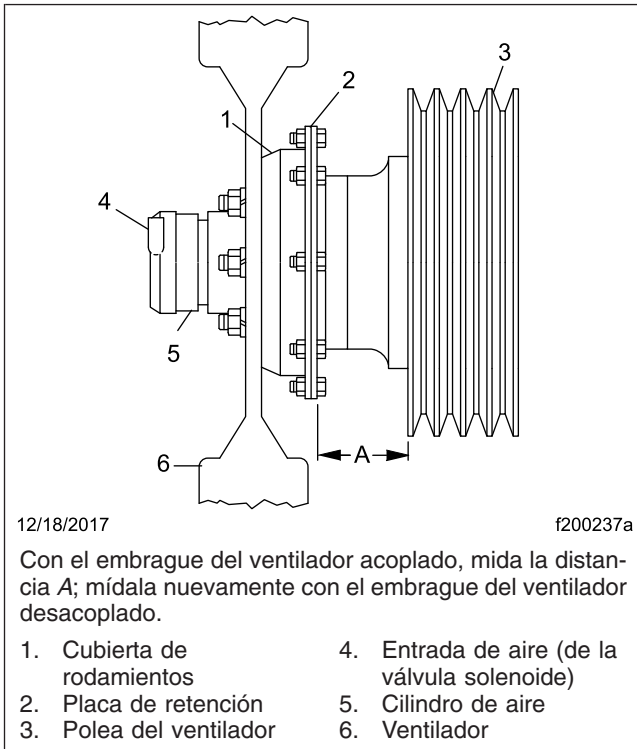

Figura 5, Revisión de desgaste del revestimiento del embrague de ventilador Kysor K26RA
2. Mida la distancia desde la superficie posterior de la placa de retención del embrague del ventilador hasta el borde delantero extremo de la polea de la banda del ventilador. Vea la Figura 5, Ref. A.